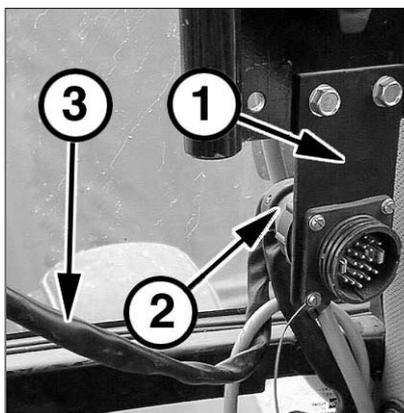

Рис. 22 - 5
5. Подключите оба конца 22-полюсного соединительного провода (3) к пульту и батареи 12 В:
- Соединить прямоугольный штекер (2, рис. 22 - 4) с пультом.